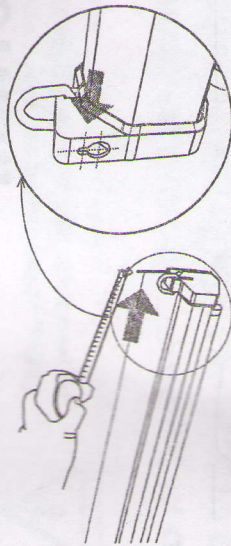
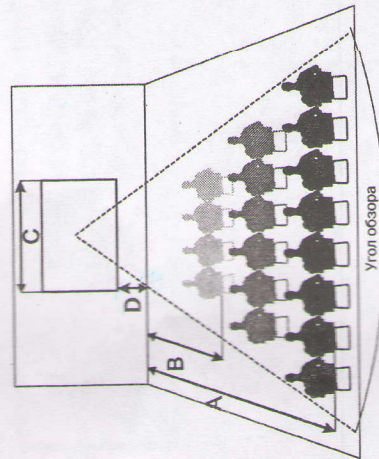

Рис. 1
Рис. 2
- подвешивание на стену: измерьте расстояние между петлями на корпусе, как показано на рис. 1. Прикрутите шурупы соответствующего диаметра к стене с учетом высоты экрана, подвесьте экран крепежными петлями на шурупы, как показано на рис. 2;
- расстояние от экрана до первого ряда зрителей (В на рис. 2) должно быть не менее половины ширины экрана (С на рис. 2);
- расстояние от экрана до последнего ряда зрителей (А на рис. 2) не должно превышать шестикратную ширину экрана (С на рис. 2);